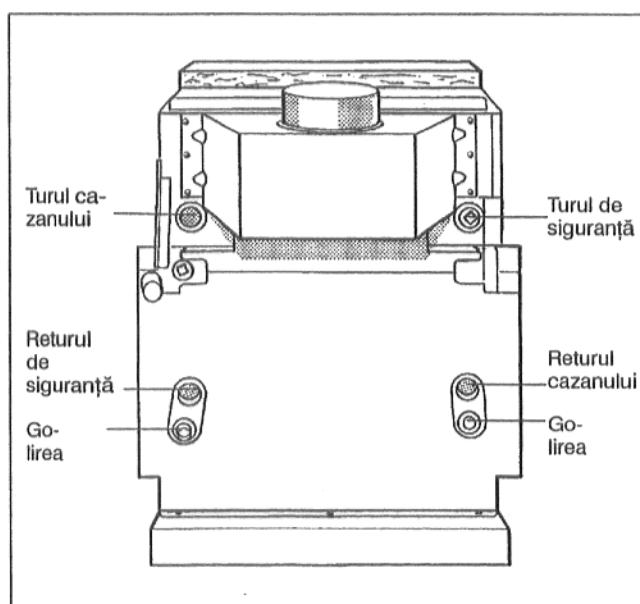

Fig. 9: Racorduri de pe partea apei
Racordul dispozitivelor de siguranță are loc la turul de siguranță (Fig. 9) din construcție în afara intervalului dispozitivului de menținere a curgerii. Dacă locul de montare a dispozitivelor de siguranță la ambele blocuri de cazane este neblocabil, atunci pot fi folosite dispozitive de siguranță comune. La folosirea setului de racordări Buderus nu este cazul se aceea trebuie ca fiecare bloc de cazan să fie asigurat independent.
- Cazanul se va racorda la rețeaua de conducte a instalației de încălzire (Fig. 9).
Pentru asigurarea funcționării cazanului, fiecare racord trebuie efectuat numai la locul de racordare prevăzut (Fig. 9).